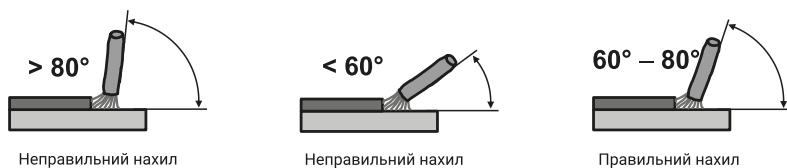

Рисунок 9. Варіанти кута розташування електрода із покриттям до деталі під час ручного дугового зварювання («ММА»).
1. Для отримання міцного зварювального з'єднання, крім вибору зварювального струму, необхідно забезпечити переважне положення електрода до поверхні зварювання. Кут нахилу електрода бажано встановлювати у $60-80^\circ$ (рис. 9). Занадто великий кут нахилу електрода призведе до утворення пористого зварювального шва, а занадто малий – до утворення великої кількості бризок металу, й дуга стає нестійкою.